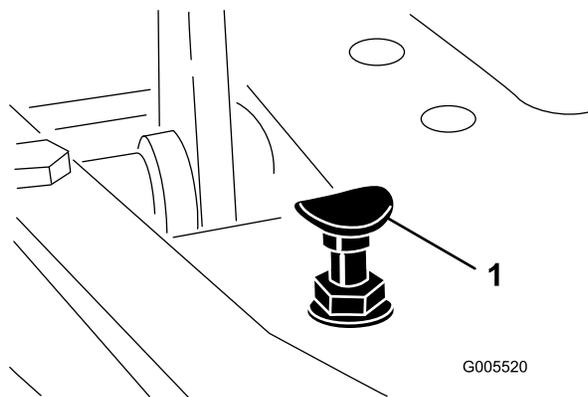

図 53
モードレバーを「移動走行」位置にセットし、ペダルを一杯に踏み込めば最高速度となります。ケーブルに張力が掛かる前にペダルがストップ（図 53）に当たる場合には調整が必要です。
1. モードレバーを「移動走行」位置にセットし、ペダルストップを固定しているロックナットをゆるめる（図 53）。